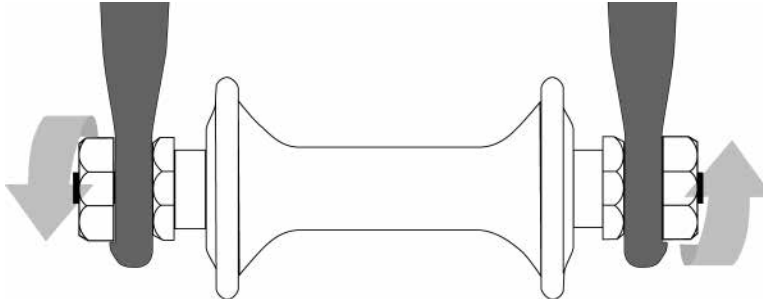

Abb. 19
3. Sechskantmuttern oder Inbusschrauben, die auf oder in die Nabenachse geschraubt werden (Abb. 19)).